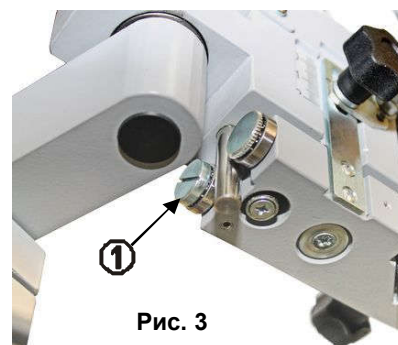

Рис. 3
7.1.1 Для устранения люфтов в механизме вертикального перемещения каретки ослабить контргайку эксцентрика (**10**, рис. 1) и, осторожно поворачивая эксцентрик с помощью отвертки, выбрать зазоры. Добившись плавного, легкого, безлюфтового перемещения механизма, зафиксировать положение оси контргайкой. Аналогично устраняется люфт в скалке каретки (**1**, рис.3).